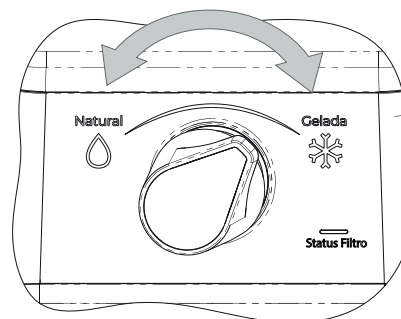

Fig. 09
- Gire o manipulador para direita ou esquerda para selecionar a opção de temperatura da água desejada, no centro a temperatura é 50% gelada e 50% natural. (fig 09).